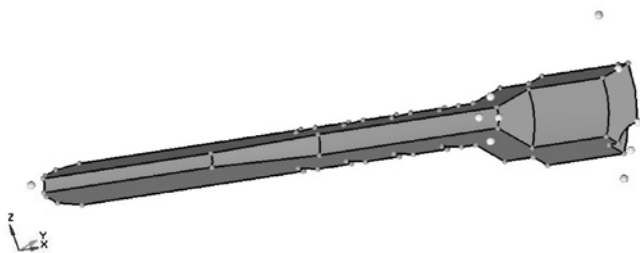

图 5-79 切分出几何模型的 1/8
- (5) 激活 node list 选择器，选择 STEP 3 生成的两个圆心和一个中间临时节点。
- (6) 单击 trim 按钮。
- (7) 激活 solid 选择器，选择切分出的包含另一个中间临时节点的几何体。
- (8) 激活 node list 选择器，选择两个圆心和另一个中间临时节点。
- (9) 单击 trim 按钮。
- (10) 单击 return 按钮。
- (11) 进入 tool>delete 面板。
- (12) 选择 delete bounding surfs 选项。
- (13) 将对象选择器转换为 solids 类型。
- (14) 选择之前切除的 7/8 的几何体，然后单击 delete entity 按钮。
- (15) 切分效果如图 5-79 所示。
(16) 单击 return 按钮。